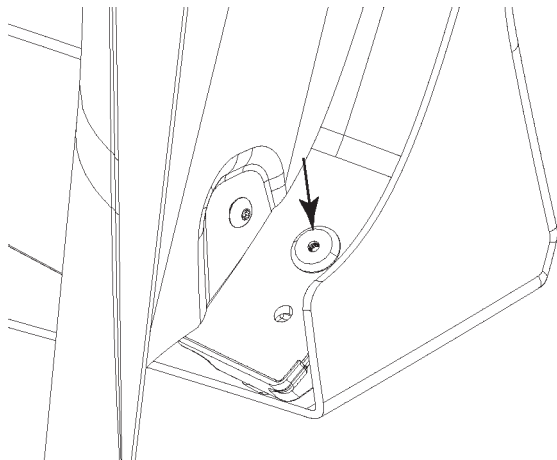

FIGURA 18
29. Utilice remaches para acoplar el soporte del hueco de la rueda al vehículo. Consulte la figura 18.